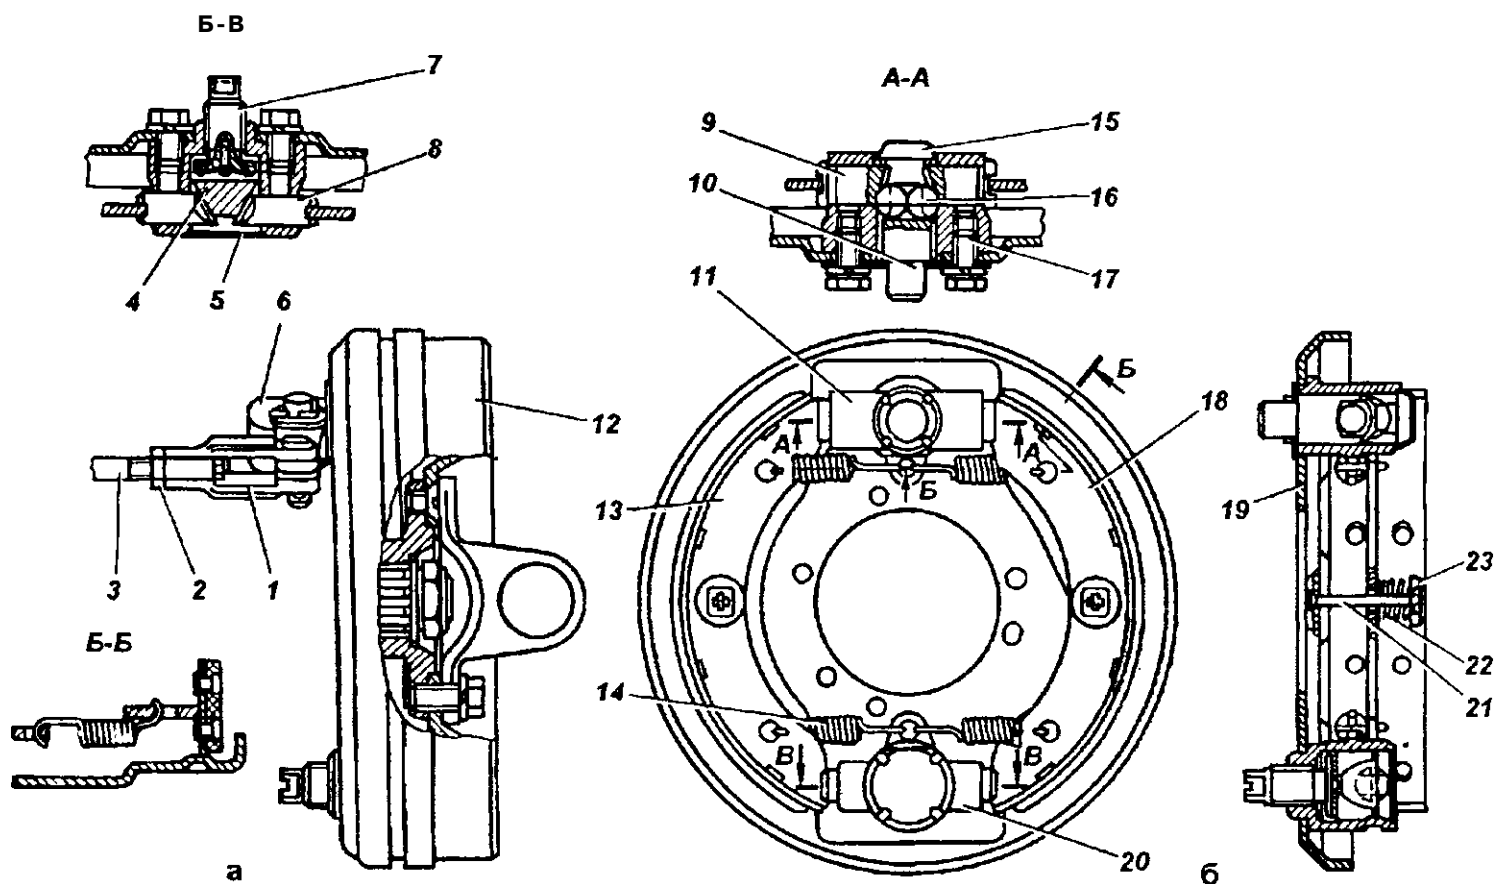
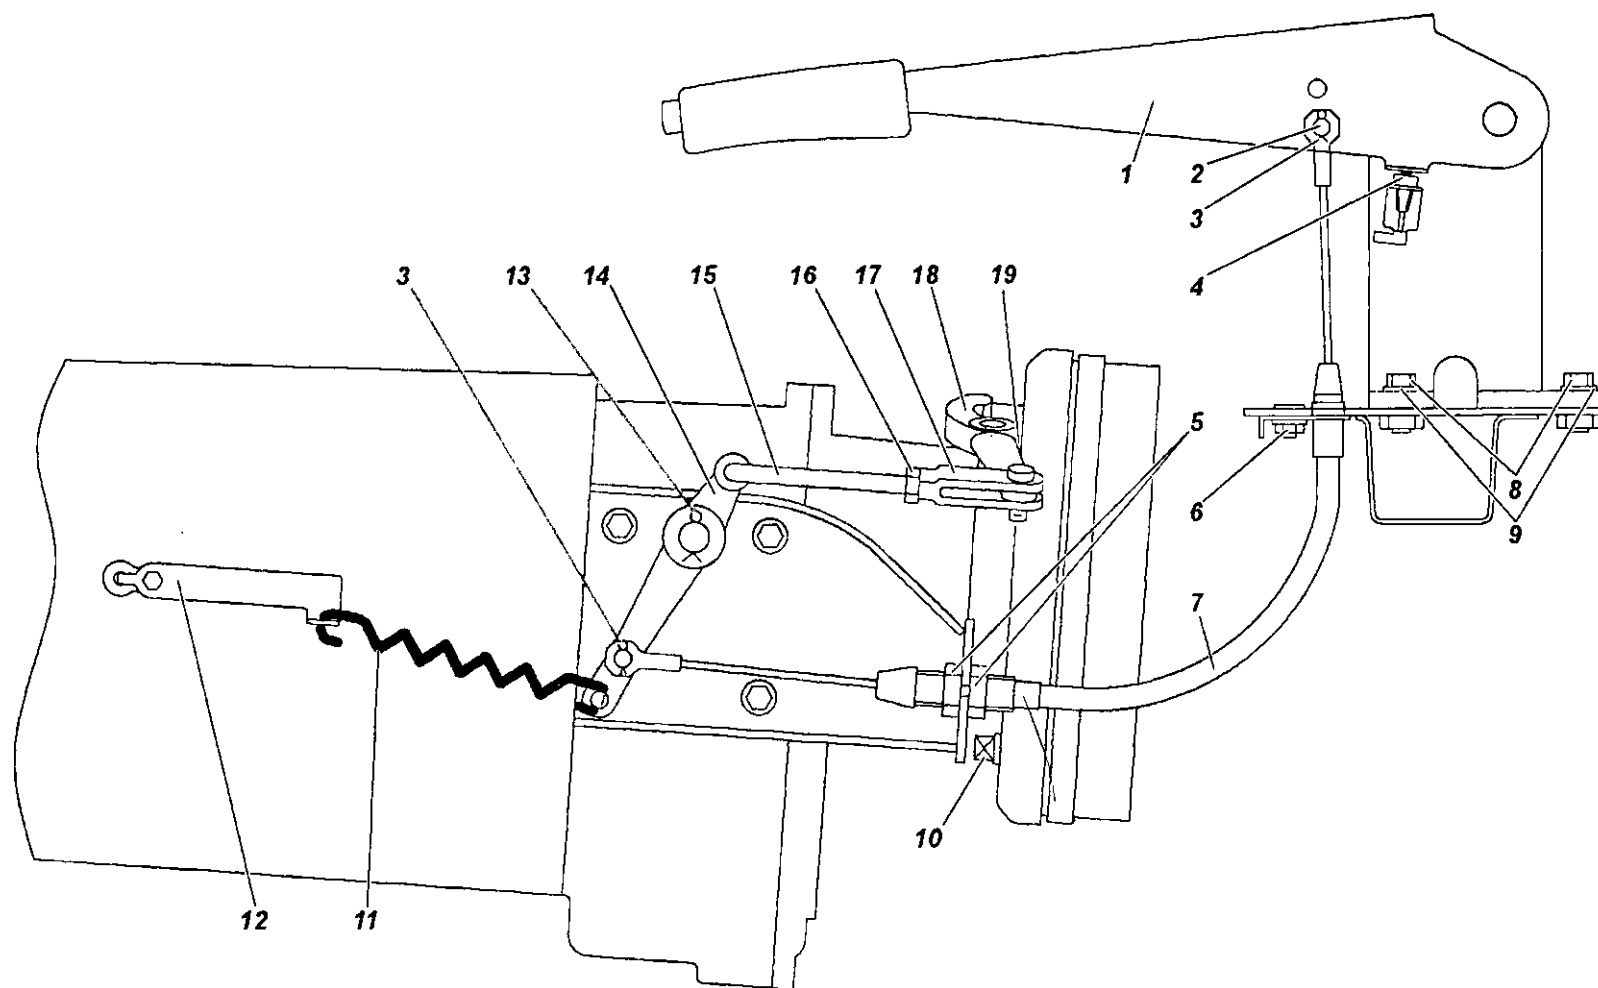

Рис. 13.13. Стояночный тормозной механизм:
Рис. 13.14. Привод стояночного тормозного механизма:
Стояночная тормозная система состоит из стояночного тормозного механизма (рис. 13.13) и его привода (рис. 13.14).
Регулировку производите, когда рабочий ход рычага I (см. рис. 13.14) становится более половины его максимального хода.
4. Снимите стяжные пружины 14 (см. рис. 13.13) и тормозные колодки 13 и 18.
1. Установите рычаг I (см. рис. 13.14) в крайнее нижнее положение.